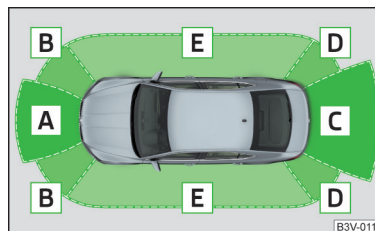

Fig. 244 Zonas parpadeadas y alcance de los sensores
**Depende del equipamiento pueden existir las siguientes variaciones del sistema » fig. 244.**
| Zona » fig. 244 | Variante 1(4 sensores) | Variante 2(8 sensores) | Variante 3(12 sensores) |
En el servicio con remolque o en otro accesorio conectado al enchufe del remolque están solamente activas las áreas A y B » fig. 244 del sistema.